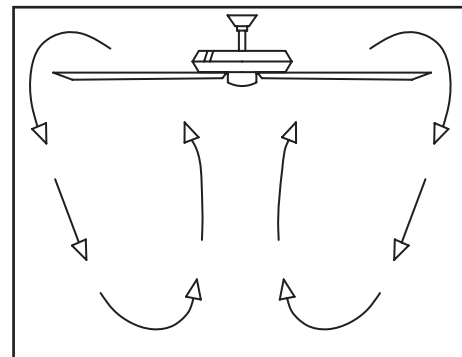

Figure 21
**Par temps frais** - (marche arrière) Un débit d'air ascendant fait descendre l'air chaud du plafond, comme illustré à la Figure 21. Ce qui permet d'utiliser un réglage de chauffage plus bas sans nuire à votre confort.